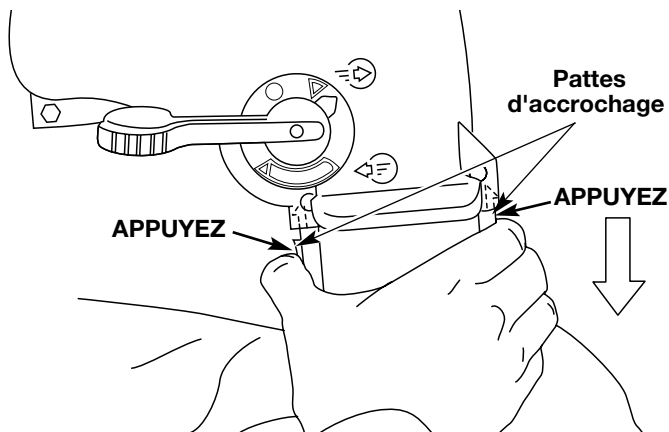

Fig. 5
1. Appuyez sur les pattes d'accrochage des deux côtés du tube du sac et retirez le sac de l'appareil vers le bas (Fig. 5).